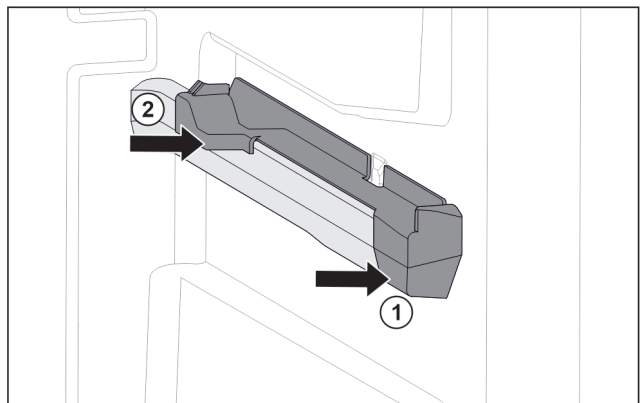

Fig. 32 Insteekeslement op rechter containerrib
- ▶ Insteekeslement voor tegen containerrib plaatsen. Fig. 32 (1)
- ▶ Insteekeslement achter aandrukken. Fig. 32 (2)